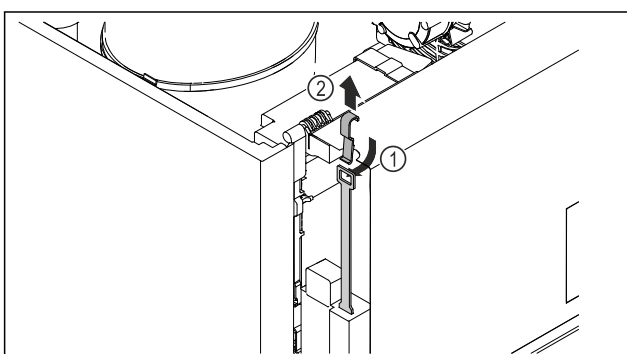

Fig. 211
- Просуньте ключ аварійного розблокування Fig. 211 (1) зверху, зачепіть його за замок і потягніть угору Fig. 211 (2).